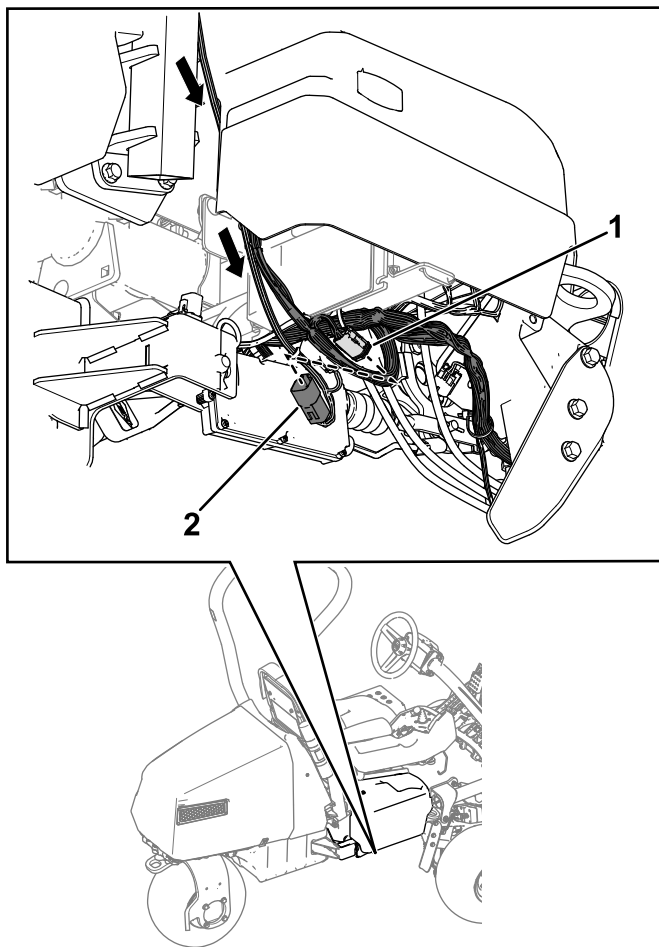

Figura 14
4. Enrute el arnés de cables hacia abajo por la barra antivuelco y conecte el conector del arnés de cables marcado P01 al conector del arnés de cables de la máquina marcado P71 (Figura 14).